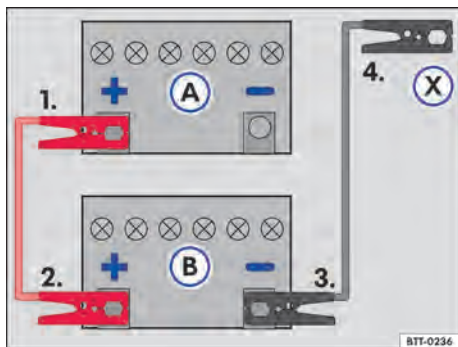

Fig. 150 Esquema para a conexão dos cabos auxiliares de partida: bateria do veículo descarregada (A) e bateria do veículo fornecedora de corrente (B).
Legenda para → Fig. 150:
- Conectar uma extremidade do cabo auxiliar de partida **vermelho** ao polo positivo → Fig. 150 (+) do veículo com a bateria do veículo descarregada (A) → ⚠️.
- Conectar a outra extremidade do cabo auxiliar de partida *vermelho* ao polo positivo (+) da bateria do veículo fornecedora de corrente (B).
- Conectar uma extremidade do cabo auxiliar de partida *preto* ao polo negativo (-) da bateria do veículo fornecedora de corrente (B).
- Conectar a outra extremidade do cabo auxiliar de partida *preto* (X) no veículo com a bateria do veículo descarregada em uma peça maciça de metal aparafusada firmemente ao bloco do motor ou no próprio bloco do motor – porém não nas proximidades da bateria (A) → ⚠.